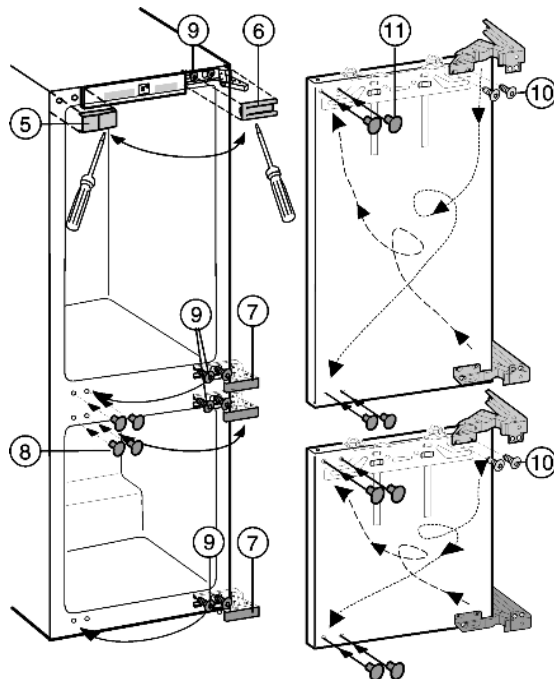

Fig. 4
- Togliere sollevando in avanti lecoperture Fig. 4 (5,6,7,8) con un cacciavite per viti con intaglio.
- Allentare solamente le viti Fig. 4 (9) in alto e in basso sul corpo dell'apparecchio.
- Spostare le viti Fig. 4 (9) sul lato opposto, avvitare brevemente.
- Svitare le viti Fig. 4 (10) e girare diagonalmente la cerniera.
Le viti Fig. 4 (10) sono autofilettanti: Utilizzare un avvitatore a batteria.
- Chiudere con tappi Fig. 4 (11) i fori di fissaggio liberati.
- Incardinare le porte nelle viti Fig. 4 (9) premontate e serrare le viti.
- Montare nuovamente tutte le coperture Fig. 4 (5,6,7,8).